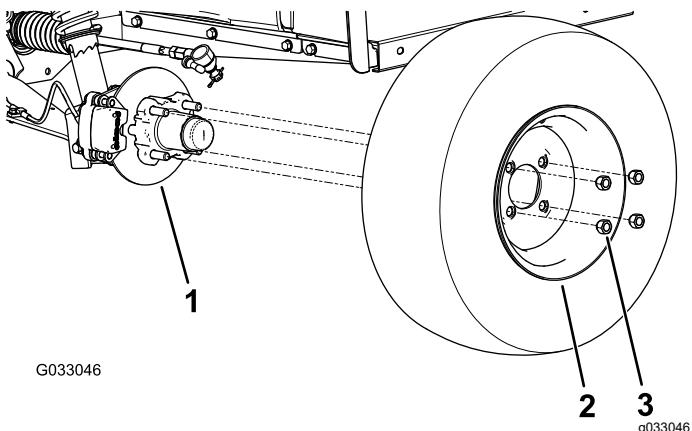

Рисунок 21
- Отверните 4 зажимные гайки, которые крепят каждое колесо к ступице (Рисунок 21).
4. Совместите отверстия в колесе со шпильками в ступице и установите колесо на ступицу так, чтобы вентиль шины был направлен наружу (Рисунок 21).
5. Закрепите колесо на ступице с помощью зажимных гаек (Рисунок 21).